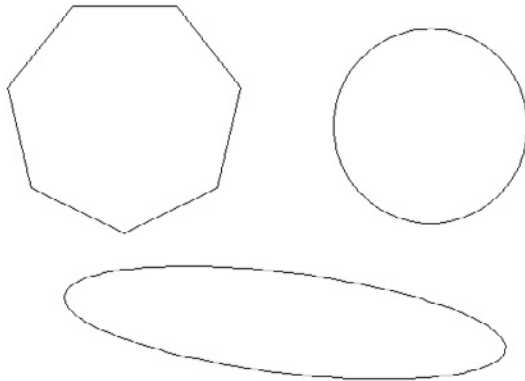

Рис. 4.54. Исходные объекты, свойства которых необходимо извлечь в таблицу
1. Запустите команду вставки таблицы (допустим, что документ содержит некоторые объекты, атрибуты которых вы хотели бы внести в эту таблицу (рис. 4.54)). Откроется диалоговое окно **Вставка таблицы**.